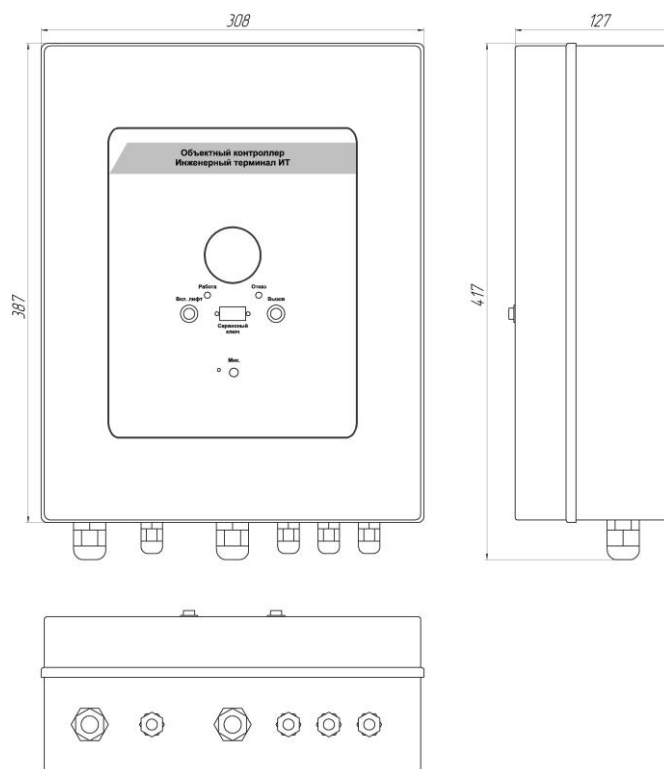

Рис. 1 Габаритные размеры.
6.3 Установить ШАИТ на месте эксплуатации и закрепить, габаритные размеры приведены на рис. 1. Монтажное соединение шкафа к стене должно обеспечить класс защиты IP54.